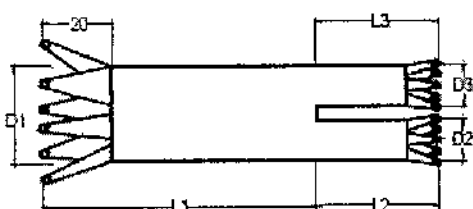

Figura 3: Imagen de la estructura de la endoprótesis.
Las especificaciones y dimensiones de sistema de la endoprótesis bifurcada de aorta son expresadas por el largo modal de la endoprótesis bifurcada (L1), largo de la bifurcación (L2, L3), largo fijo de la sección descubierta del cuerpo principal del stent (20), diámetro (D1) del cuerpo principal y el diámetro de la bifurcación (D2 y D3), mostrado en la figura 3.